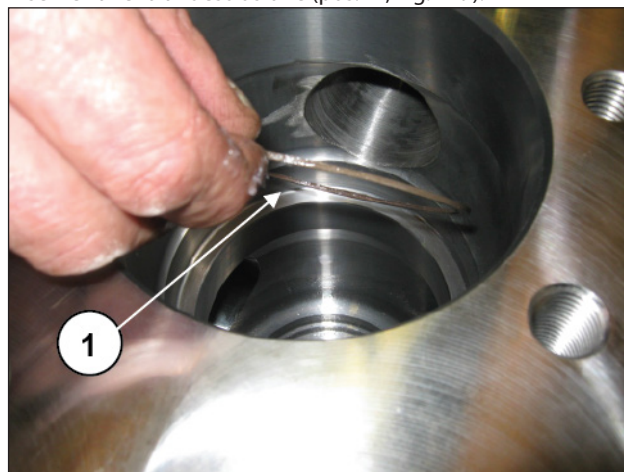

Fig. 179
Inserire l'anello antiestrusione (pos. ①, Fig. 179).